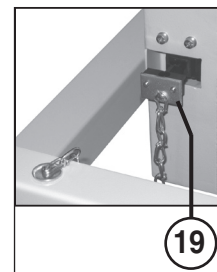

Abb. 3
- 19 = Endschalterverriegelung (Abb. 3)
2. Das Kettenende der dem Verdichter beigelegten Endschalterverriegelung (19) am Zwischenblech (23) des Shredder-Untergestelles in den dafür vorgesehenen Bohrungen befestigen (Abb. 3).
3. Den Betätiger (Spezialschlüssel) der Endschalterverriegelung (19) in den Endschalter am Verdichter einstecken (Abb. 3).